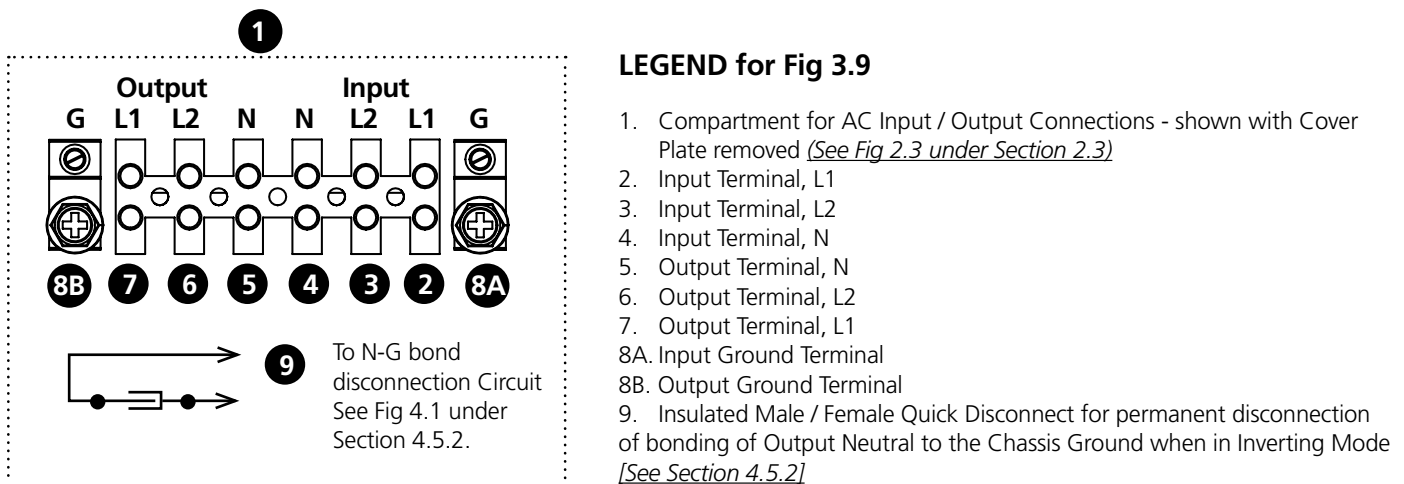

Fig 3.9 AC Input / Output Connections
Refer to Fig 3.9 for AC Input / Output Terminals and Table 3.2 under Section 3.8 for AC input breaker and wiring sizes
2. **NE connectez PAS 120 VCA (même phase) aux bornes d'entrée «Input Line 1» (Fig 3.9, Borne marquée 2) et «Input Line 2» (Fig 3.9, Borne marquée 3). Cela risque d'endommager l'appareil!**
Refer to Fig 3.9 for AC Input/Output Terminals and Table 3.3 under Section 3.9 for AC input breaker and wiring sizes
Disabling Internal Neutral to Chassis Ground Bond: In some applications, the AC Output Neutral (*5, Fig 3.9*) may be required to remain isolated from the metal Chassis Ground of the unit at all times. For this, the automatic Neutral to Ground bonding (*in Inverting Mode*) can be disabled by disconnecting the Male / Female Quick Disconnect (*9, Fig 3.9*).
- **Disabling Neutral to Ground Bond:** In some applications, the Output Neutral may be required to remain isolated from chassis/Ground at all times. For this, automatic Output Neutral to chassis Ground bond can be disabled by disconnecting the Insulated Male/Female Quick Disconnect (*9 in Fig 3.9*) located in the AC Wiring Compartment.
- **Désactivation du lien neutre à mise a terre:** *Dans certaines applications, il est nécessaire que la sortie neutre soit isolé du châssis/mise a terre à tout moment. Pour cela, la production automatique de la position neutre à la masse du châssis bon peut être désactivé en déconnectant le mâle/femelle isolée [Déconnexion rapide, 9, Fig 3.9] situé dans le compartiment de câblage AC.*